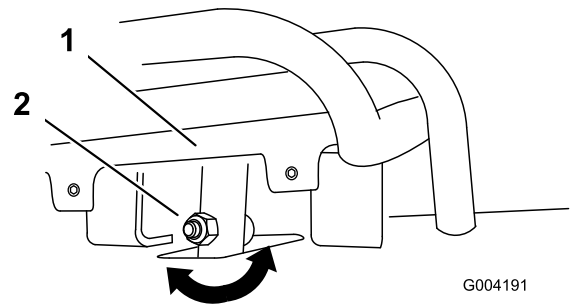
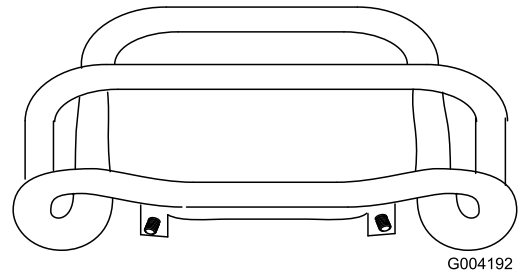

Figura 52
Figura 53
4. Se la parte anteriore del comando della trazione non rimane dritta e a filo con la barra di riferimento, allentate il dado flangiato e imbullonate lo stelo del comando della trazione (Figura 52).
5. Regolate il comando della trazione in modo che rimanga a filo con la barra di riferimento quando viene tirato all'indietro (Figura 52 e Figura 53).